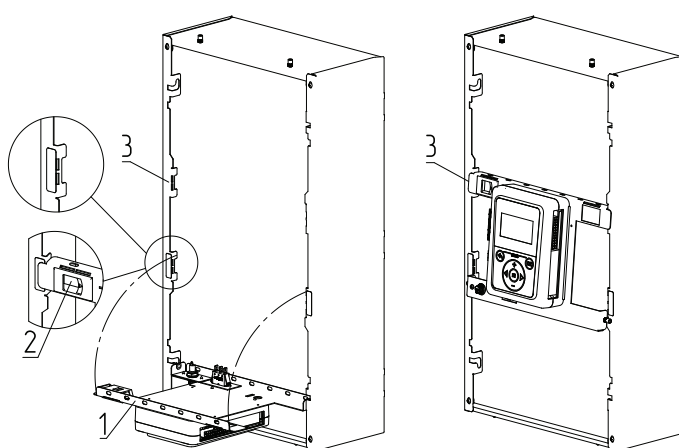

Рис. 18 Откидывание и сервисное положение кронштейна
- Откинуть кронштейн для крепления контроллера (Рис. 18, поз. 1);
- Отжать замки-защелки (Рис. 18, поз. 2) с двух сторон;
- Имеется возможность сменить положение кронштейна, достав его из пазов и закрепив в соответствующие пазы выше (Рис. 18, поз. 3).